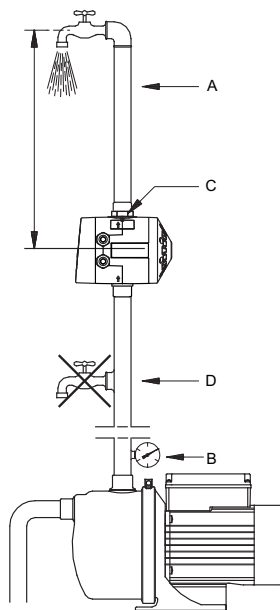

Рис. 2 Пример монтажа
Установить модуль со стороны нагнетания насоса. См. рис. 2.
**Поз. А на рис. 2:**
**Поз. В на рис. 2:**
**Поз. С на рис. 2:**
**Поз. D на рис. 2:**